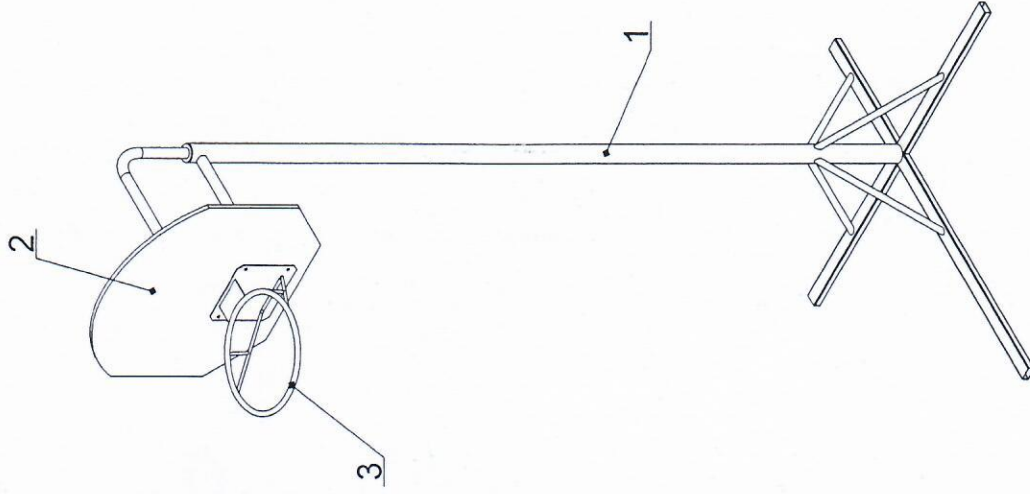

Рисунок 1 - Общий вид изделия
4.1 В состав изделия входят следующие элементы, перечисленные в порядке номеров позиций (шт.) - см. рисунок 1 (с.7):